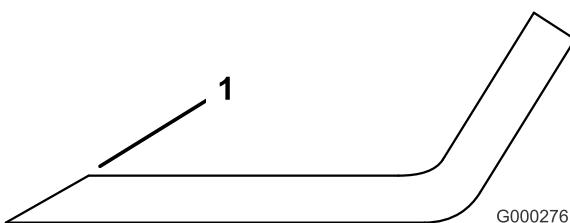

Figure 83
- Examinez les tranchants de toutes les lames et affûtez-les s'ils sont émoussés ou ébréchés. N'affûtez que le haut du tranchant et conservez l'angle de coupe d'origine pour obtenir une coupe nette (Figure 83). Limez la même quantité de métal sur chacun des deux tranchants pour ne pas déséquilibrer la lame.